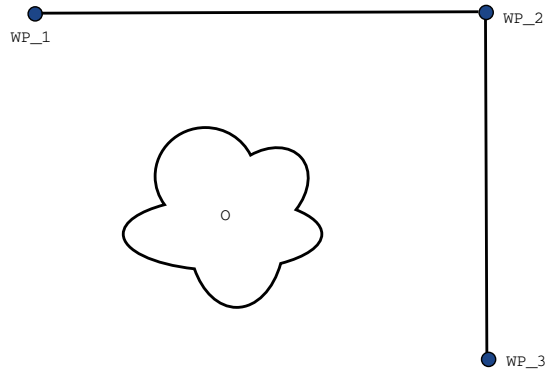

Figure 16.2: WP_1: 初期位置、WP_2: 通過点、WP_3: 持ち上げ位置、0: 障害物。
例 ピックアンドプレースのアプリケーションを例として考えた場合、(図16.2参照)、ロボットは現在中間地点 1 (WP_1) にあり、中間地点 3 (WP_3) で対象物を持ち上げる必要があります。対称物やその他の障害物との衝突を避けるため (0)、ロボットは WP_3 に中間地点 2 から来る方向で接近する必要があります (WP_2)。つまり、中間地点は要件を満たすパスを作り出すために導入されています。